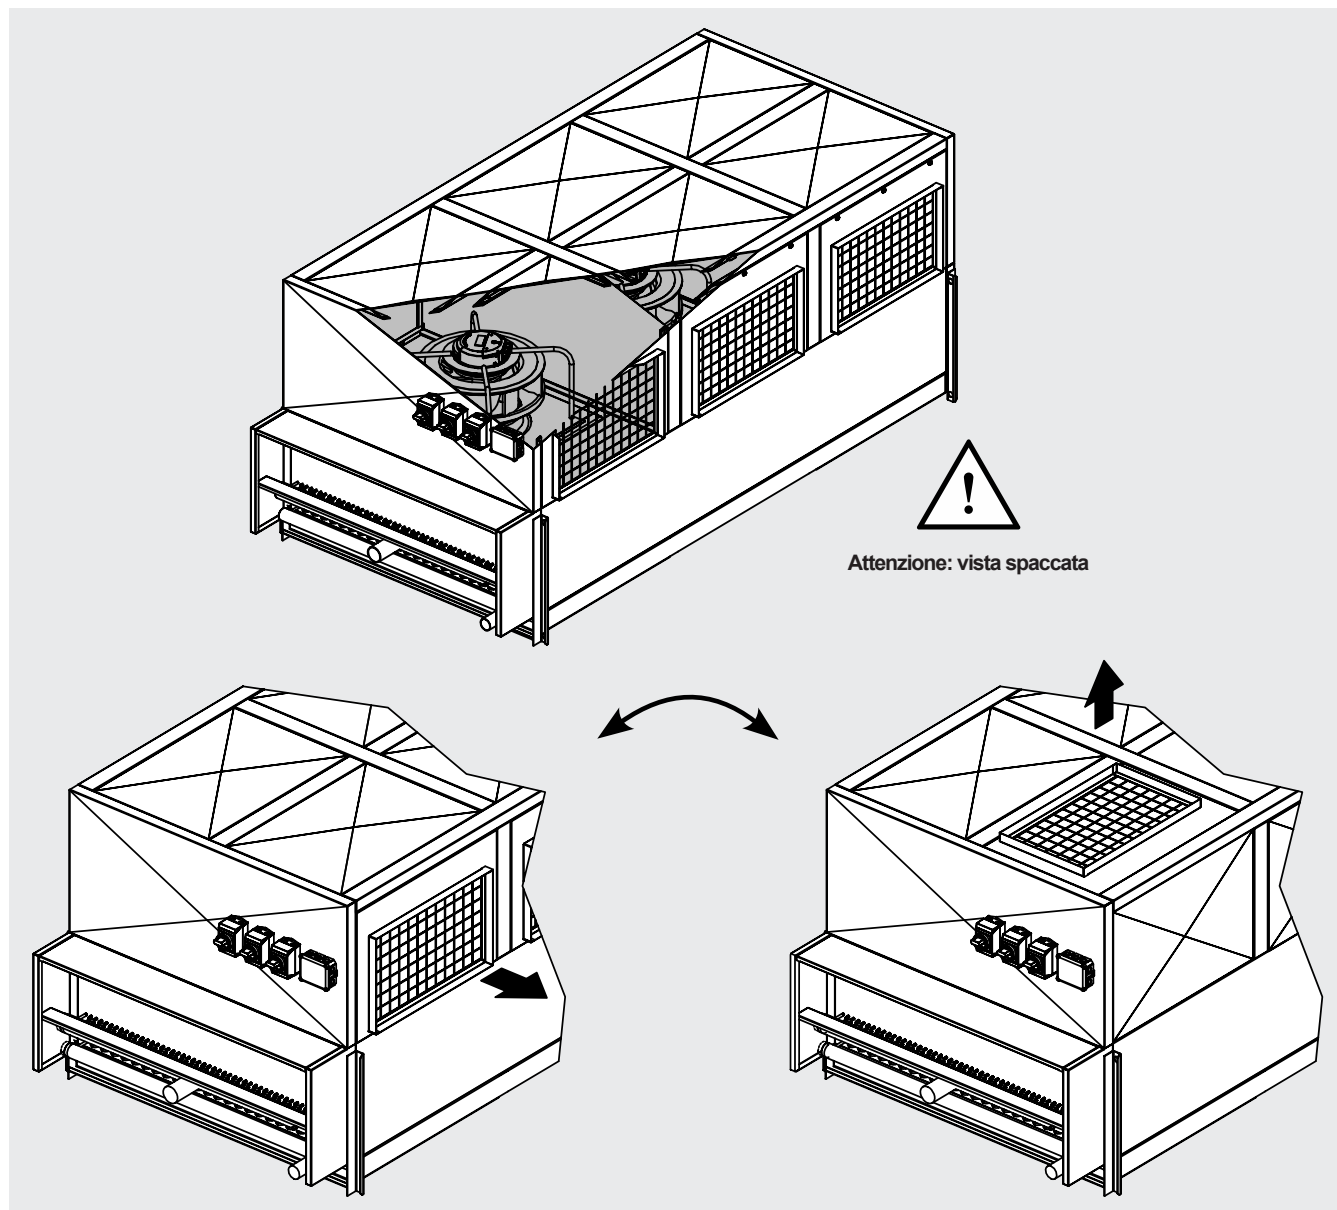

Figura 8
- 8.1 Ogni motoventilatore è alloggiato nel rispettivo vano nella parte superiore del modello, al di sopra dello scambiatore di calore. Per modificare il punto di uscita dell'aria è sufficiente scambiare la posizione di installazione dei pannelli pieni e quelli dotati di griglia che coprono il vano di ventilazione. I pannelli sono fissati unicamente con viti. Si osservi la Figura 8.